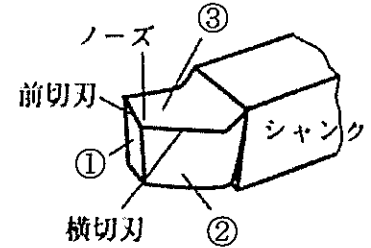

図 2 バイト
8. 図 2 に示すバイトの①～③に示す面の名称を答えよ.
① () ② ()
③ ()